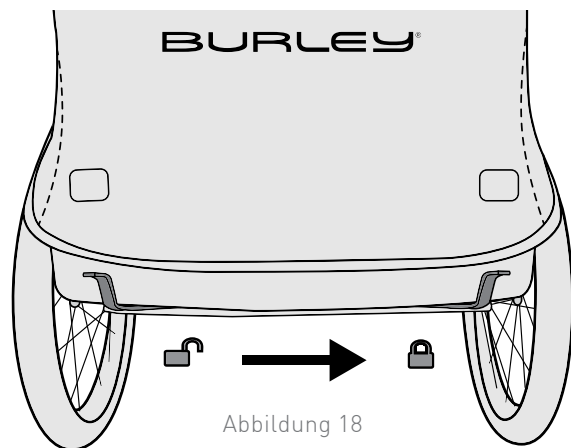

Abbildung 18
1. Den Bremshebel nach rechts umlegen (Abbildung 18). Zum Lösen der Bremse den Feststellhebel wieder nach links legen.